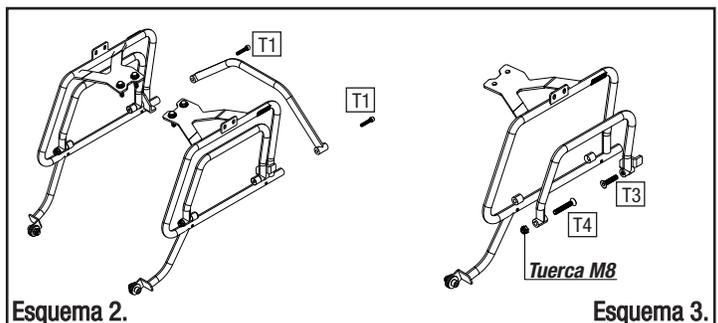

Imagen 2.
- 2 Utilice los calapiés de la moto (*imagen 2*) para completar el montaje de los soportes según el *esquema 1*.